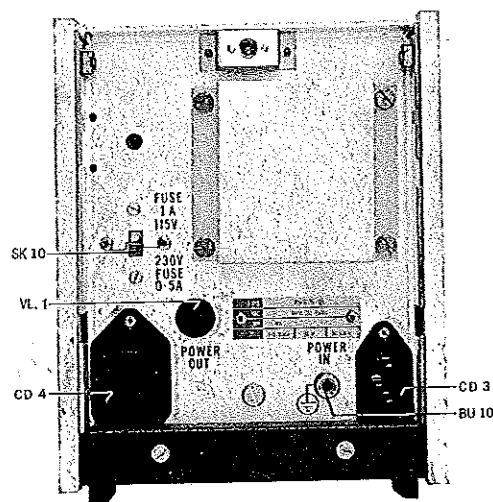

Fig. 6.
A. ADAPTATION A LA TENSION SECTEUR LOCALE (voir fig. 6)
B. MISE A LA TERRE (voir fig. 6 et 7)